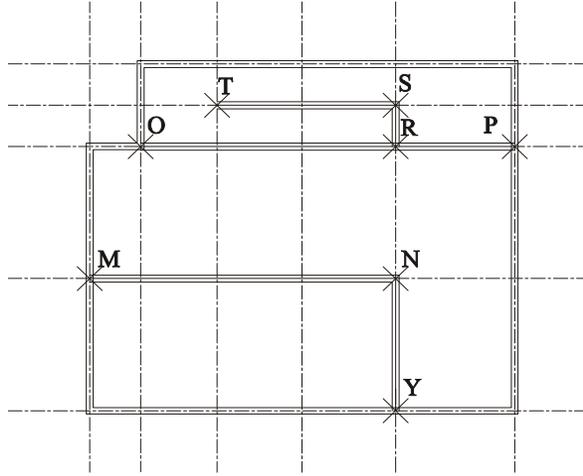

图 9-1-10
(4) 利用偏移命令 OFFSET 绘制如图 9-1-10 所示的墙线。
// 单击如图 9-1-10 所示的多段线 TSR
// 单击如图 9-1-10 所示多段线 OP
// 单击如图 9-1-10 所示多段线 MNV
// 框选如图 9-1-10 所示中的所有图形